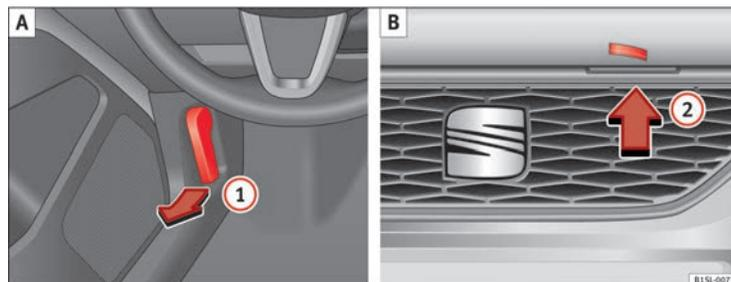

Fig. 104 A: Leva per l'apertura nel vano piedi, sul lato del conducente. B: Leva per l'apertura nel cofano del vano motore.
- Prima di aprire il cofano, assicurarsi che i bracci dei tergicristalli siano posati sul parabrezza ⇒ ①.
- Tirare la leva di sbloccaggio ① nella direzione indicata dalla freccia ⇒ fig. 104 A. Per la reazione della molla, il cofano motore si apre scattando dall'elemento di blocco del corpo portaserratura ⇒ ①.
- Sollevare leggermente il cofano del vano motore e contemporaneamente premere la leva per l'apertura ② B nel senso indicato dalla freccia per aprire completamente il cofano del vano motore.
- Estrarre l'asta di sostegno del cofano dal suo supporto nel senso indicato dalla freccia ③ C e collocarla nell'apposita apertura ④ D (freccia).